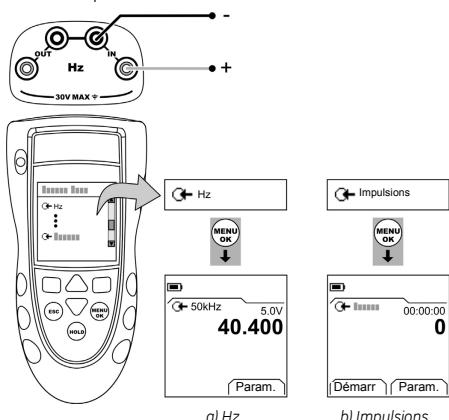

Figure 1: Exemple de configuration - Mesure de fréquence en Hz ou décompte des impulsions
1. Connecter l'instrument (Figure 1) et, si nécessaire, régler la Configuration (Tableau 1).